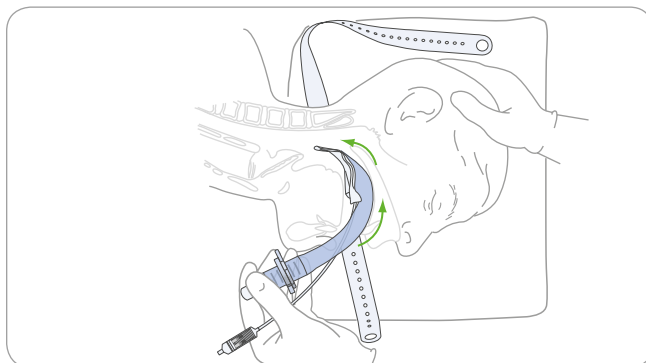

Рис. 11. Продвигайте устройство внутрь круговыми движениями, прижимая контур к твердому и мягкому небу
9. Вводите трубку немного по диагонали (направляя кончик от средней линии), как на **рис. 11**.